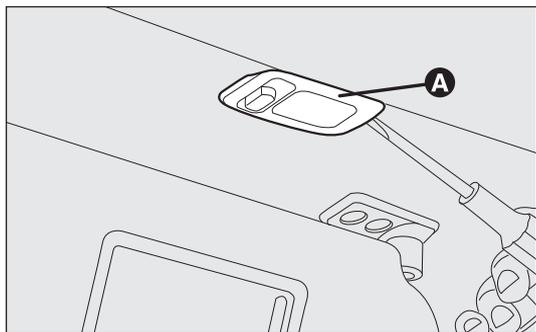

fig. 184
PLAFONNIER MIROIR DE COURTOISIE fig. 184
- enlever le plafonnier A-fig. 184 en faisant levier à l'endroit indiqué par la flèche.